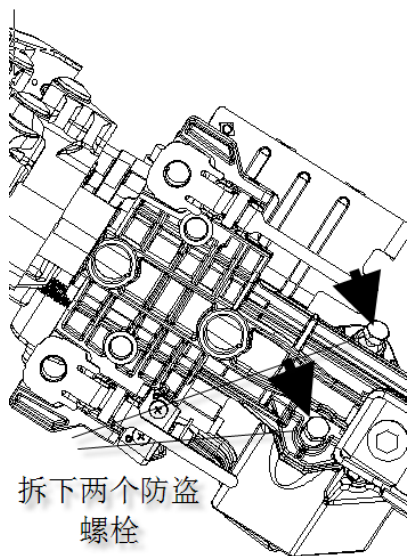

图 4-10
① 使用中心冲子，在两个防盗螺栓上做中心标记。
② 使用 3~4mm 的钻头，钻入这 2 个螺栓。
③ 使用螺丝刀，拆下 2 个螺栓和转向管柱上轴锁总成。如图 4-10 所示。